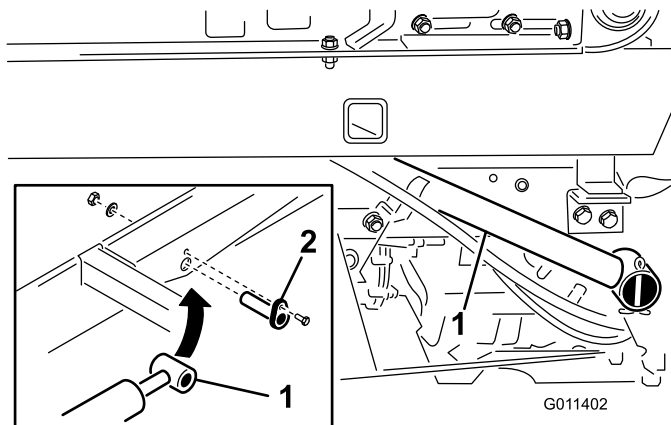

Figura 11
1. Assicurate ogni estremità del cilindro di sollevamento alla base del TopDresser con un perno del cilindro (Figura 11).
2. Fissate ogni perno del cilindro alla base del TopDresser con una vite a testa cilindrica da 1/4 x 3/4 poll., rondella piana e dado (Figura 11).